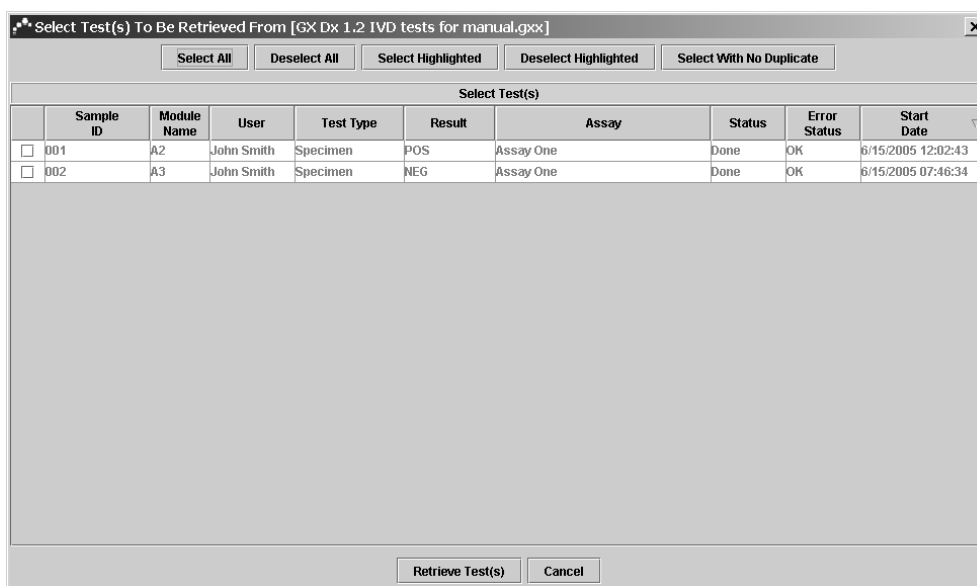

Рис. 5-23. Диалоговое окно «Select Test(s) To Be Retrieved» (Выбрать тест(ы) для извлечения).
2. Найдите и выберите файл архива (.gxx), затем щелкните «**Open**» (Открыть). Появится диалоговое окно «Select Test(s) To Be Archived» (Выбрать тест(ы) для извлечения) (Рис. 5-23). Тесты, уже существующие в текущей базе данных, выделяются красным цветом.